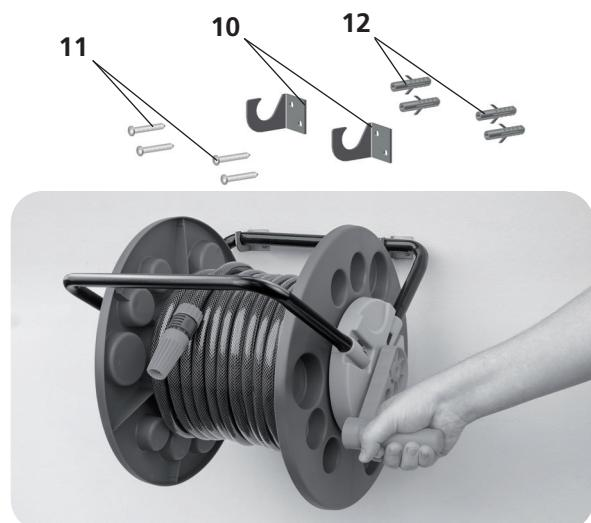

Fig. 08
**7.** Se optar por fazer a fixação do enrolador na parede, utilize as buchas plásticas (12), os suportes (10) e os parafusos (11). Após isso é só pendurar o enrolador, como mostra a Fig. 08.
**7.** If choosing to wall mount the hose reel, use the plastic bushings (12), the hooks (10) and the screws (11). After that, just hang the hose reel as shown in Fig. 08.
**7.** Si elige fijar el enrollador a la pared, use tacos plásticos (12), los soportes (10) y los tornillos (11); después, basta colgar el enrollador, como muestra la Fig. 08.